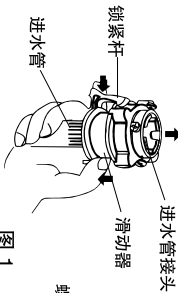

图1
- 按住锁紧杆下端往下压滑动器,从进水管部件上取下进水管接头,如图1。